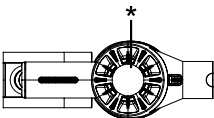

FIG. 6
2. Naciśnij i przytrzymaj przycisk zwalniający pojemnika na kurz i obróć pojemnik o 30° w prawą stronę, a następnie wyjmij cały pojemnik na kurz. (Rys.6; *- Przycisk zwalniający pojemnika na kurz)